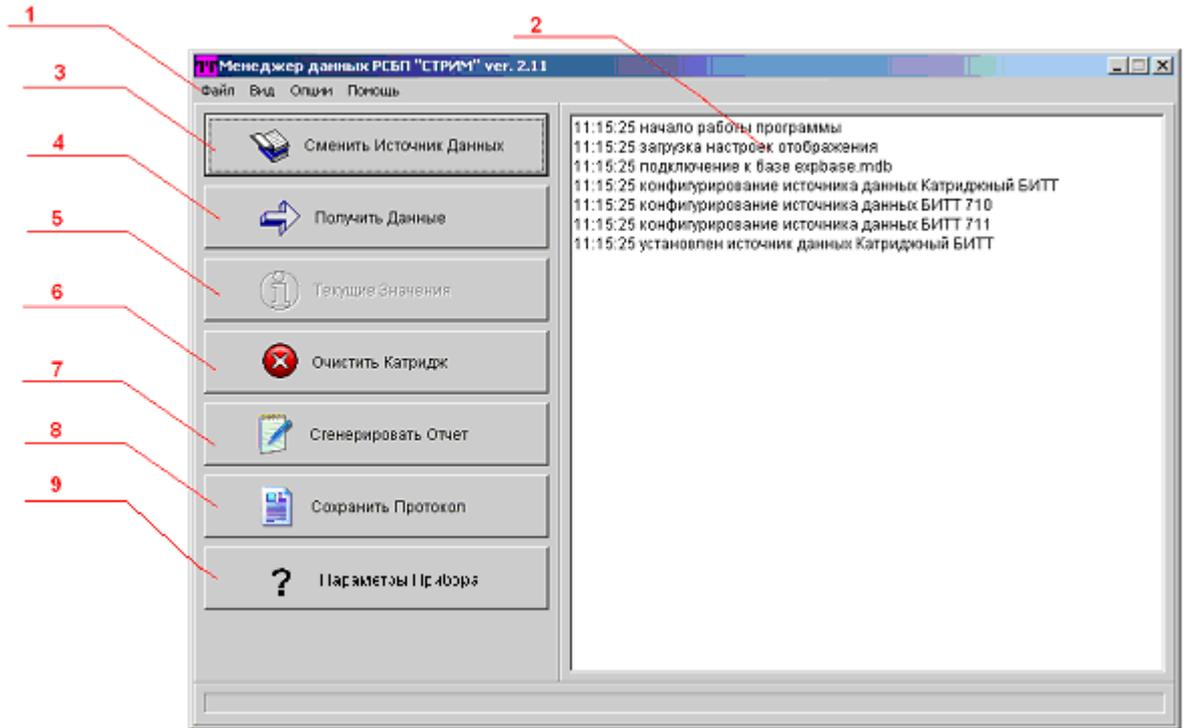

Рис. 32. Основная форма программы «Менеджер данных РСБП «СТРИМ»
- основная форма программы приведена на рис. 32. Содержит глобальные органы управления, такие как главное меню (1), окно протокола работы программы (2), кнопки изменения источника данных (3), получения журнала с блока индикации БИТТ-01 (4), индикации текущих значений (5), очистки информационного картриджа (6), генерации отчета (7), сохранения протокола работы программы в текстовый файл (8) и вывода параметров прибора (9). Появляется на экране при запуске программы.